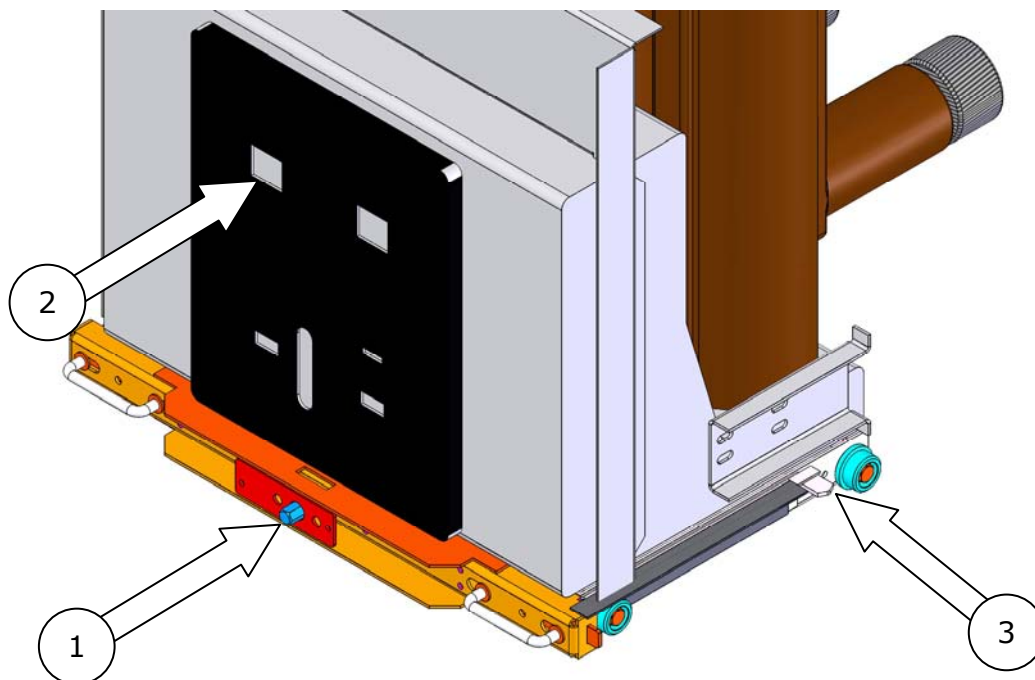

Рисунок 9. Блокировки выключателя
При этом блокируется привод перемещения выкатного элемента (1, Рисунок 9) - невозможно при помощи ключа повернуть винт.
Невозможность включения выключателя, установленного на выкатном элементе, при нахождении выкатного элемента в промежуточном (между рабочим и контрольным) положении. При этом механически блокируется кнопка включения выключателя (2, Рисунок 9), дистанционное включение (при помощи подачи сигнала на электромагнит включения) также невозможно.
Блокировка перемещения выкатного элемента из контрольного положения в рабочее при включенных ножах заземлителя. При этом блокируется привод перемещения выкатного элемента (1, Рисунок 9) - невозможно при помощи ключа вращать винт. Блокировка осуществляется посредством нажатия на кнопку (3) на тележке выключателя при включении заземлителя.